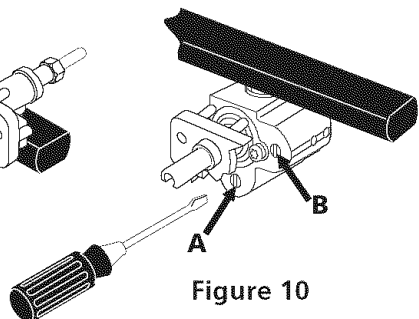

Figure 10
5. Réglez la position LOW des robinets du brûleur de surface double (voir Figure 10):
- La dimension de la flamme de la portion interne du brûleur peut être augmentée ou diminuée en tournant la vis **A** (voir Figure 10). Utilisez la vis **B** pour ajuster la dimension de la flamme de la portion externe du brûleur. Tournez la vis dans le sens inverse des aiguilles d'une montre pour augmenter la dimension de la flamme et dans le sens des aiguilles d'une montre pour diminuer la dimension de la flamme. Ajustez la flamme jusqu'à ce que vous puissiez tourner rapidement le bouton de LITE à la plus basse position (LOW) sans éteindre la flamme. Celle-ci devrait être aussi minuscule que possible sans s'éteindre.